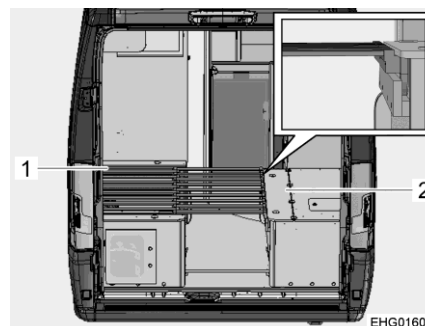

Fig. 65 Durante la trasformazione
- Sollevare leggermente il telaio portamaterasso (Fig. 65,1) della dinette sinistra ed estrarre la base estraibile del telaio portamaterasso.
- Aprire il coperchio del cassone letto (Fig. 65,2) della dinette destra.